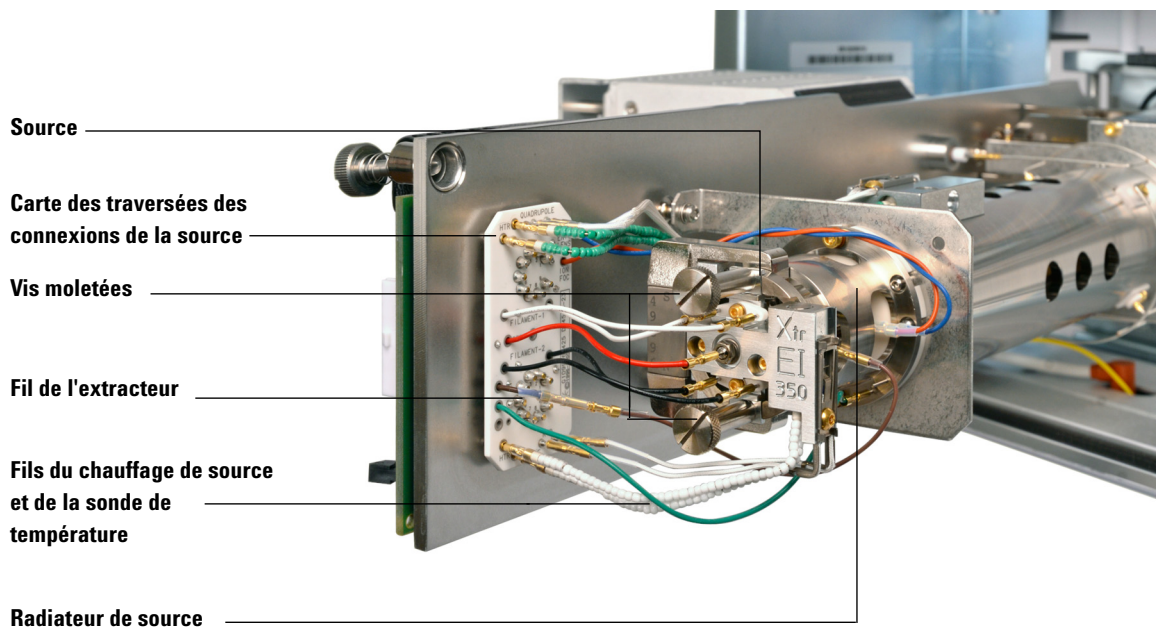

Figure 14 Dépose de la source EI.
- 3 Si vous utilisez une source EI standard, débranchez les septfils de la source. Ne pas plier les fils plus que nécessaire (Figure 14, page 132 et Tableau 22).
- 4 Si vous utilisez une source EI d'un extracteur, débranchez les huit fils de la source. Ne pas plier les fils plus que nécessaire (Figure 14, page 132 et Tableau 23).